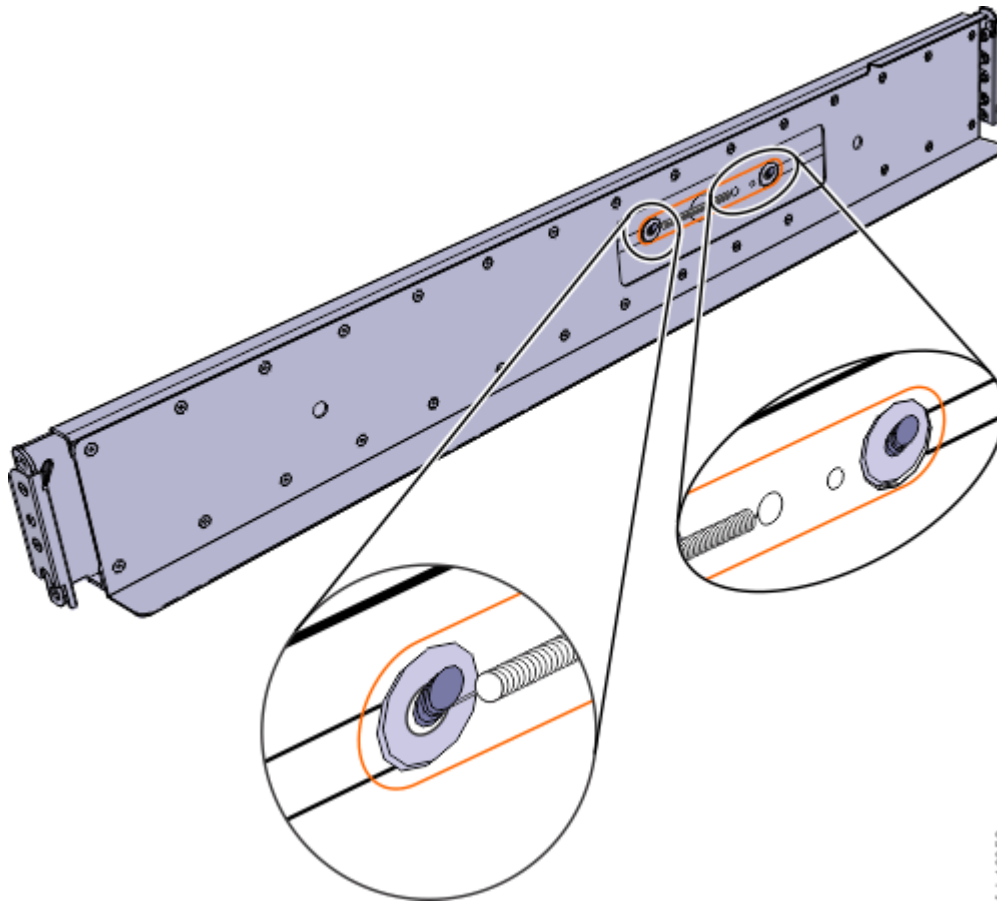

Figure 36. Installation du ressort de la glissière
- b) Poussez une extrémité en boucle d'un ressort sur un boulon fileté à l'intérieur de la glissière. (Voir la Figure 36, à la page 32.)